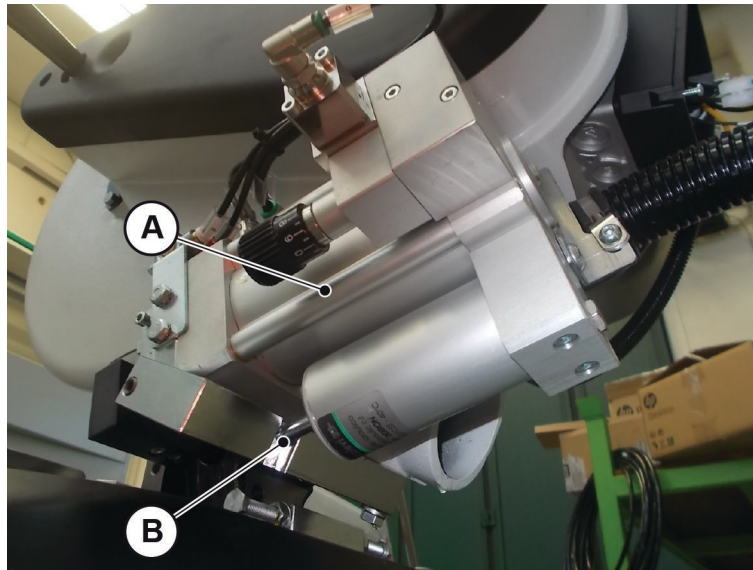

Abb. 09-03
- Wöchentlich: überprüfen, ob die Ölfüllung des ölhydraulischen Zylinders „A“ (**Abb. 09-03**) nicht ganz entleert worden ist, denn in diesem Fall könnte die Schnittgeschwindigkeit nicht mehr geregelt werden, wodurch die Unversehrtheit des Sägeblatts gefährdet wäre. Wenn der Zapfen „B“ (**Abb. 09-03**) (der normalerweise, wie in der Abbildung gezeigt, aus dem Zylinderkörper hervorragt) ganz ins Innere des Zylinderkörpers eingetreten ist, bedeutet dies, dass kein Öl mehr vorhanden ist und dass der Zylinder sofort ausgetauscht werden muss.